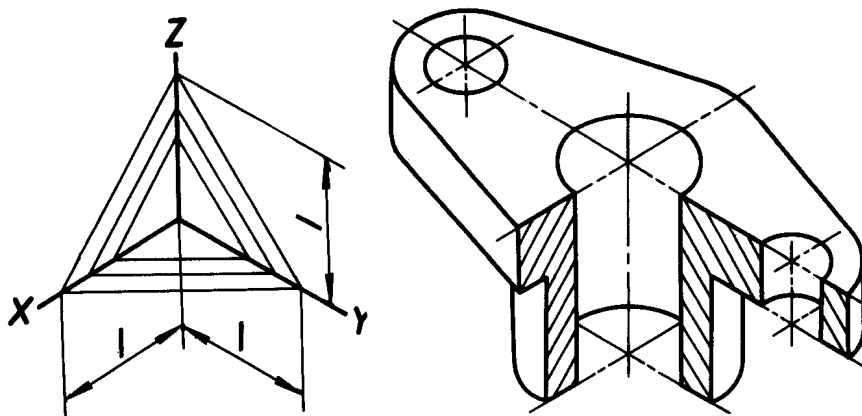

图 7
2.3 表示零件的内部形状时,可假想用剖切平面将零件的一部分剖去。各种轴测图中剖面线应按图 7~9 的规定画出。